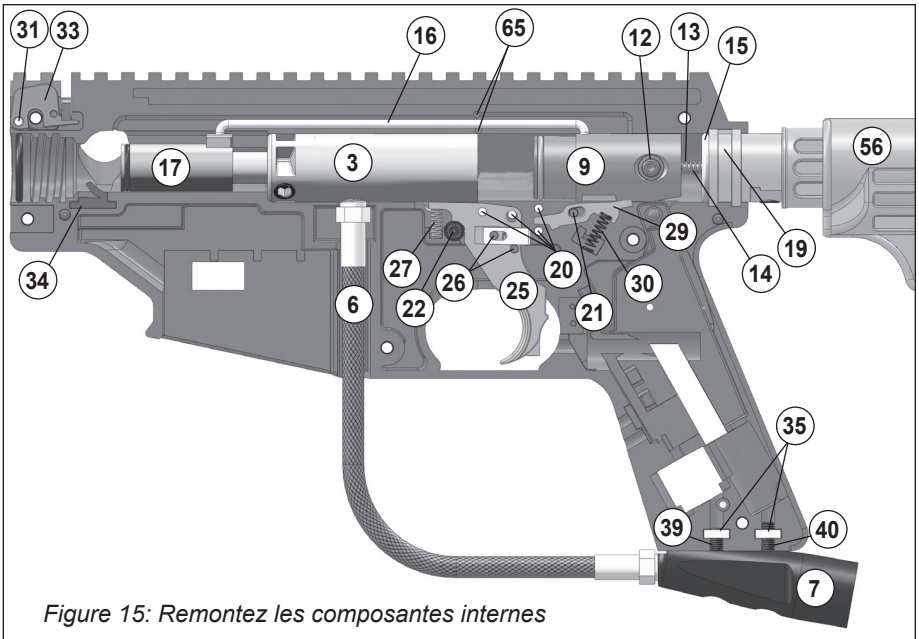

Figure 15: Remontez les composantes internes
- Pour détacher la moitié gauche du **receveur** (36), dévissez les 6 **vis** (37 et 38). Ensuite, levez délicatement le Corps gauche pour accéder aux pièces internes.
- Une fois la moitié gauche enlevée (comme indiqué en Figure 15), sortez le **End cap** (19) pour enlever le **joint de l'amortisseur** (15), la **tige du goujon** (14) et le **ressort de vélocité** (13). Ces pièces doivent être démontées avant que la **Levier d'armement** (12) ne puisse être enlevée.
- Détachez l'**Tige d'armement** (16) du **Marteau** (9) et de la **Culasse Avant** (17).
- Glissez la culasse avant hors du **Power Tube** (3) et vérifiez le **Joint** (18). Nettoyez le joint, et huilez-le. S'il est abîmé, remplacez-le par un neuf. Procédez de la même façon avec le **joint de Marteau** (10).
1. Reférez-vous à la Figure 15 et vérifiez que les pièces suivantes sont en place: Ensemble de la Détente et les Pins (20, 25, 26 et 27), sécurité (22), Pin du sear (21), Sear (29), ressort de la Sear (30), Attache du feeder (33), goupille (31), ressort (32, pas indiqué), culasse avant* (17), Ball détente (34), Tige d'armement* (16), Pin guide de la tige d'armement (65 qtté 2), Marteau* (9), ressort de vélocité* (13), tige du goujon* (14), joint de l'amortisseur (15), End cap (19) et deux écrous de l'Adaptateur d'alimentation en air (35).